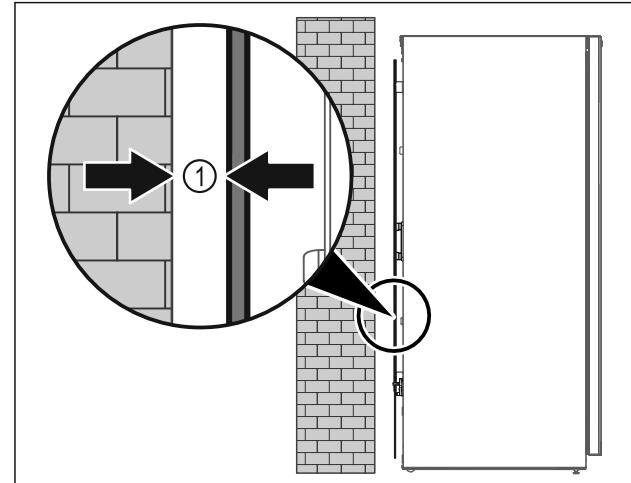

Fig. 10
- ▶ Instalonit pajisjen ose të lirë në dhomë, ose direkt mbi një mur me një distancë minimale prej 5 mm Fig. 10 (1) nga muri.